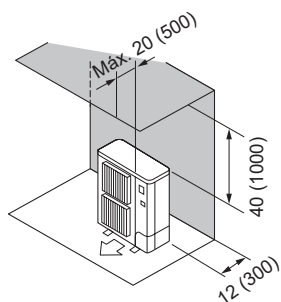

Fig. 2-6
- ② Obstáculos en la parte trasera y superior (Fig. 2-6)